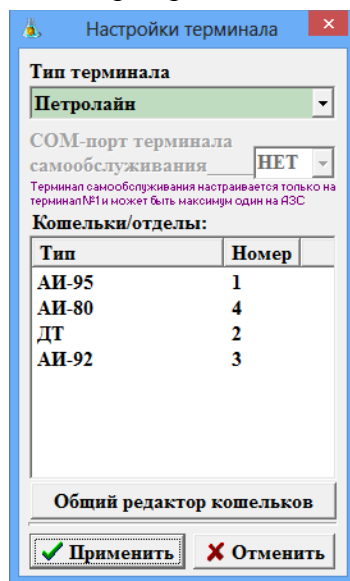

Рис. 14
**Примечание.** В файле GSMCode.set необходимо задать соответствие номеров кошельков, настроенных в программе конфигурации для объекта «Терминал» (рис.14) кодам GSM, установленным ООО «ЛУКОЙЛ-интер-кард».
В «ПТК АЗС. Сервер» в меню «Ридер\СБРФ-Терминал\Настройка СБРФ-Терминала» для каждого терминала задайте путь к папке с библиотеками банка. В этом же меню можно включить/отключить использование предавторизации при отпуске до полного и задать другие настройки (рис.14а).
Рис.14а
3. На диске c:\ должна быть папка «Eftpos 3.0» с библиотеками "Uniteller". В этой папке в файле service.config необходимо прописать СОМ-порты ридерам (рис.14в) .ViviPayKiosk 2 работает с юнитейлером через ком-порт.